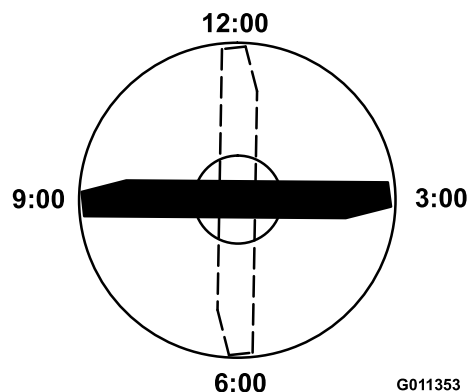

Figure 83
4. Positionnez le tranchant de l'extrémité repérée à la position 12 heures (droit devant dans la direction de la tonte) (Figure 83) et mesurez la hauteur de la surface plane au tranchant de la lame.
5. Tournez l'extrémité repérée de la lame aux positions 3 et 9 heures (Figure 83) et mesurez les hauteurs respectives.